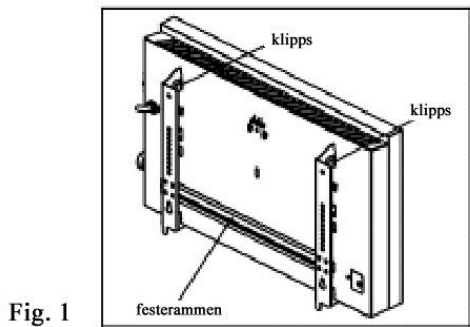

Fig. 1
- 1) Klem på klipsene på festerammen og press festerammen nedover slik at den løsnes fra panelovnen (fig.1).